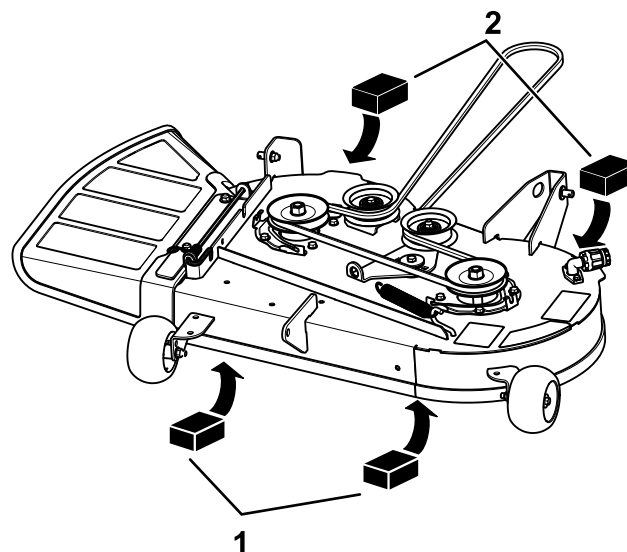

Figure 61
4. Placez deux cales de 6,6 cm (25/8 po) d'épaisseur chacune sous chaque côté du bord avant du tablier de coupe, mais pas sous les supports des galets anti-scalp (Figure 61).
5. Placez deux cales de 7,3 cm (27/8 po) d'épaisseur chacune sous le bord arrière de la jupe du tablier de coupe, une de chaque côté (Figure 61).